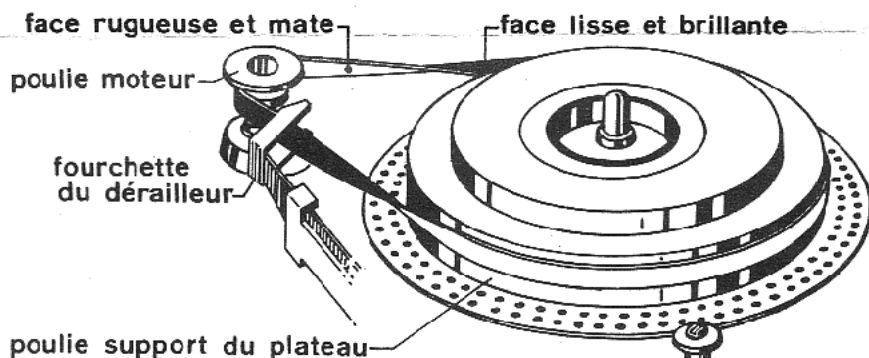

Fig. 1 : Montage et sens de vrillage de la courroie
- S'assurer de la position correcte de la courroie (voir fig. 1).
Le vrillage de la courroie doit être rigoureusement respecté et conforme à celui indiqué par la figure 1.